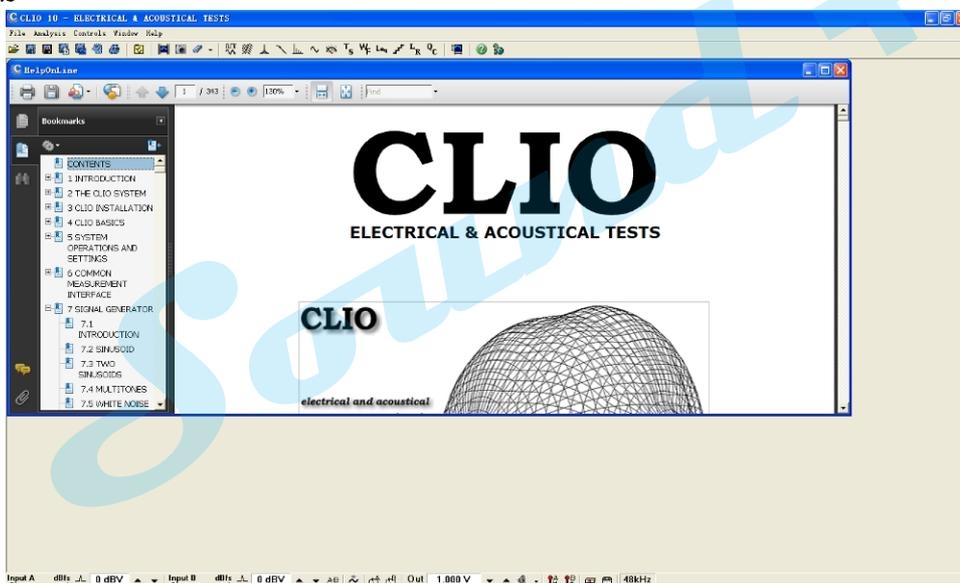

图4-1
1) 如果需要获取**CLIO**在线英文操作手册按 **F1** 键，在线帮助屏幕截图如图 4-1，您可以通过菜单操作来找到您需要的信息。